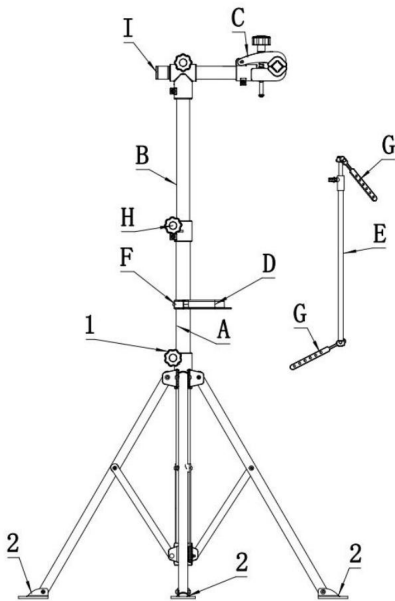

Abb. 1
(C) weiter als in Abb. 1 gezeigt. • Wählen